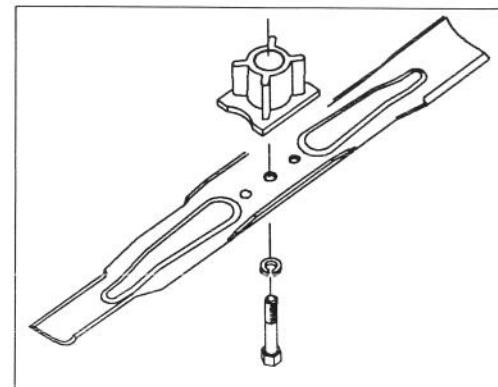

Bild 23
- 5B. ENTFERNEN DES MESSERS — Endstück des Mähmessers mit einem Lappen bzw. einem dicken Handschuh anpacken. Messerbolzen und Messer entfernen (Bild 23).